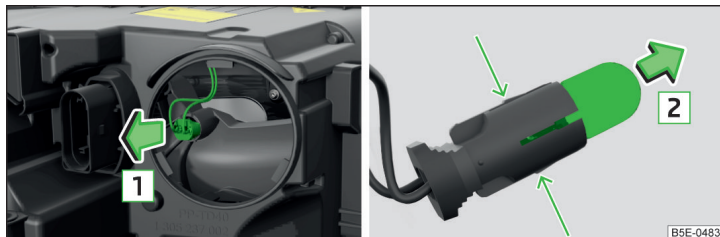

Fig. 239 Faruri cu xenon: Bec pentru lumina de poziție suplimentară
- Scoateți soclul împreună cu becul, prin mișcări pendulatorii, în sensul săgeții **[1]** » fig. 239.